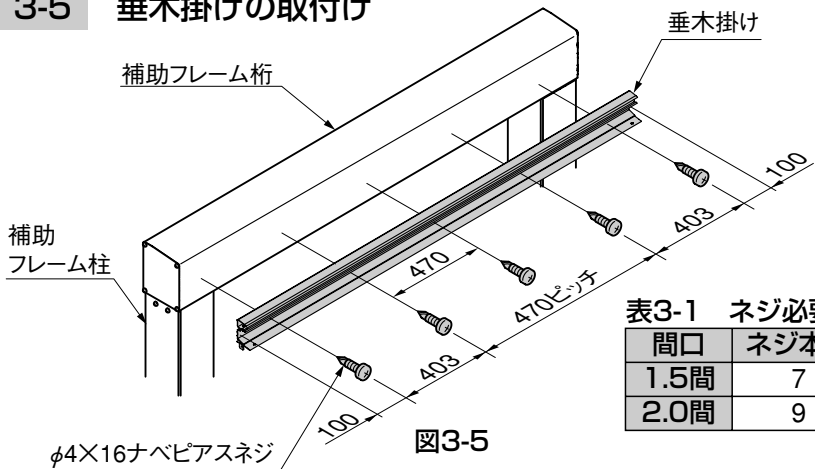

図3-5
- φ4×16ナベピアスネジは現場で手配してください。(図3-5、表3-1参照)